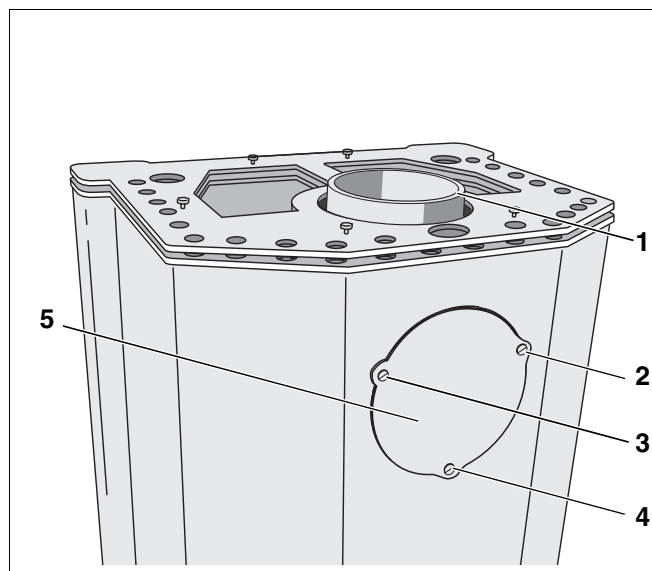

Abb. 30 Abgasanschlüsse (Darstellung blueline 4)
Werkseitig ist der Abgasstutzen am oberen Abgasanschluss des Kaminofens montiert (Abb. 30, **Pos. 1**).
- Schrauben (Abb. 30, **Pos. 2 – 4**) der äußeren Abdeckplatte des Abgasanschlusses auf der Rückseite lösen, ohne diese vollständig herauszudrehen.
- Äußere Abdeckplatte entfernen (Abb. 30, **Pos. 5**).